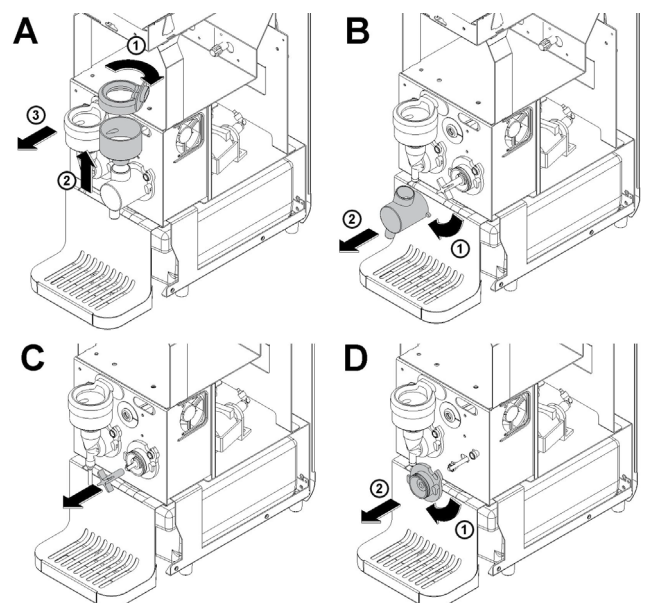

Bild 8
- 5 Zum Ausbau der Mischer gehen Sie wie folgt vor. (Bild 8)
1 Bauen Sie die Mischgruppen in umgekehrter Reihenfolge wie im vorigen Kapitel beschrieben wieder zusammen. (Bild 8)